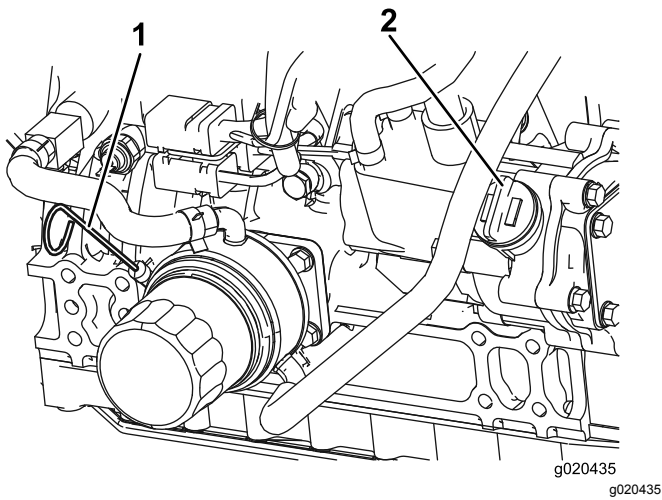

Bild 59
3. Entfernen Sie den Peilstab, wischen ihn ab und führen ihn wieder in das Rohr ein; ziehen Sie ihn dann wieder heraus. Der Ölstand sollte zwischen der Nachfüll- und Voll-Markierung sein (Bild 59).
4. Wenn der Ölstand niedrig ist, entfernen Sie den Einfülldeckel (Bild 59) und füllen Sie Öl ein, bis der Stand zwischen der Voll- und Nachfüllmarkierung liegt. **Füllen Sie nicht zu viel ein.**